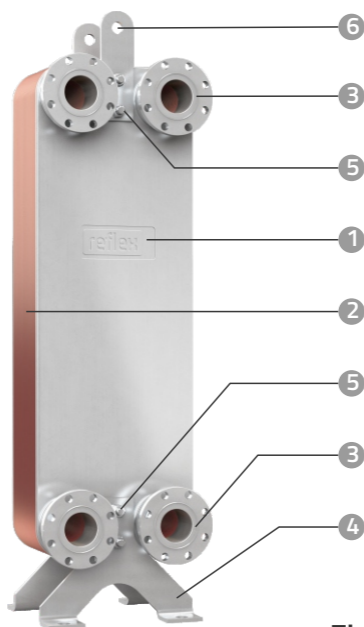

Fig. 1
1.2. Bauteile, **Abb.1:**
- ① Schutzplatte
- ② Heizplattenpaket
- ③ Anschlüsse
- ④ Standfüße
- ⑤ Fixpunkte für Halterung
- ⑥ Transportgriff